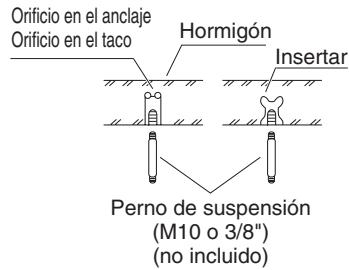

Fig. 3-8
- Inserte pernos de suspensión como se muestra en el diagrama. (Fig. 3-8)
- (2) Atornille los pernos de suspensión de forma que sobresalgan del techo como se muestra en la Fig. 3-8 (si es necesario, corte el material que compone el techo).